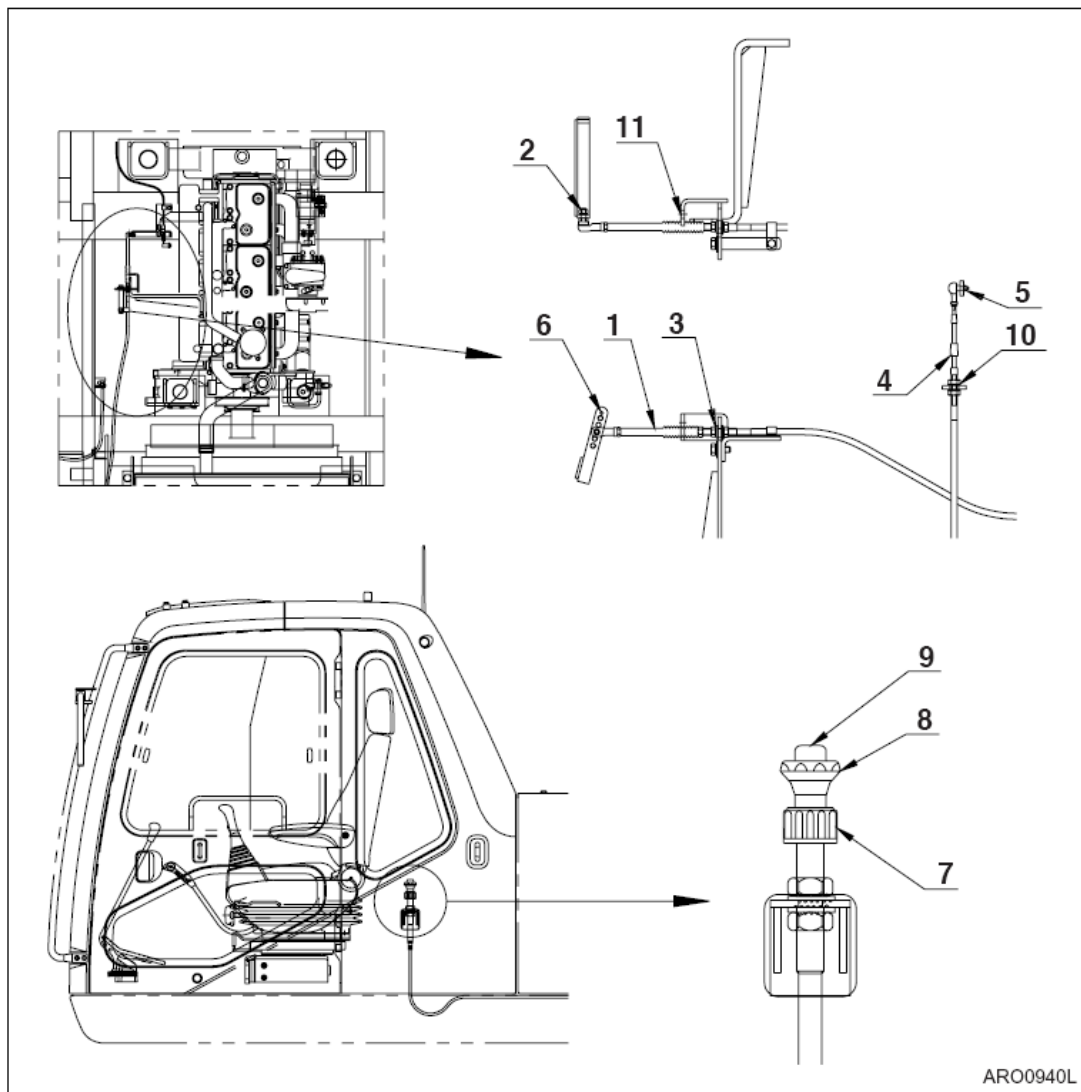

Figura 44
7. Desconecte el cable de control (1, Figura 44) retirando la tuerca y la arandela de resorte (2) y aflojando las tuercas (3) que fijan el cable al soporte.
8. Retire la tuerca y la arandela elástica (5, Figura 44) del cable de control del motor manual (4) y suelte las tuercas (10) que sujetan el cable a la abrazadera. Enganche la conexión a la rótula del cable de control del motor manual al agujero (6) utilizando la tuerca y la arandela elástica (5) y engánchela a la ranura (11) ajustando las tuercas (10).
11. En la parte posterior de la montura del control izquierdo situado en la cabina dispone de un control regulador de calibre de nonio. Este control regulador es un dispositivo de doble efecto con tornillo. El collar de cierre (7, Figura 44), situado en la base del mecanismo, debe girarse hasta quedar suelto antes de poder ajustar el regulador. Un ajuste rápido de la velocidad del motor puede efectuarse girando el collar de cierre hasta soltarlo y presionando el botón (9) (situado en el centro del botón de mando (8)). Tirando hacia afuera del botón de mando se incrementan las rpm del motor y presionándolo, se reducen. La velocidad del motor puede ajustarse con precisión girando este botón de mando. Haciéndolo girar a la izquierda, incrementa la velocidad del motor y, girándolo a la derecha, decrece. Una vez se han obtenido las revoluciones por minuto deseadas, vuelva a bloquear el collar de cierre (7).